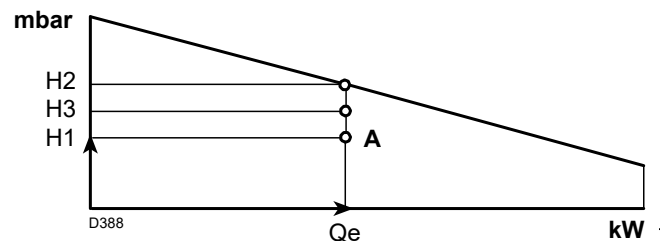

Abb. 40
Punkt A, der innerhalb des Betriebsbereichs bleiben muss (Abb. 40).
- 4 - Ziehen Sie eine Senkrechte vom Punkt A, Abb. 40, und lesen Sie den maximalen Druck H₂ des Betriebsbereichs ab.
Ist H₃ größer als H₁, wie in Abb. 40, kann der Brenner den geforderten Durchsatz erzeugen.